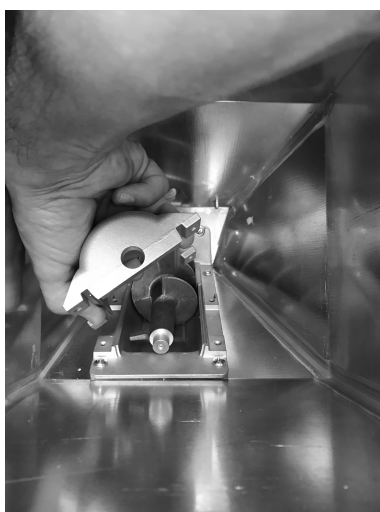

Fig. 28 - Gehäuse entfernen
- Gehäuse entfernen (siehe **Fig. 28**).